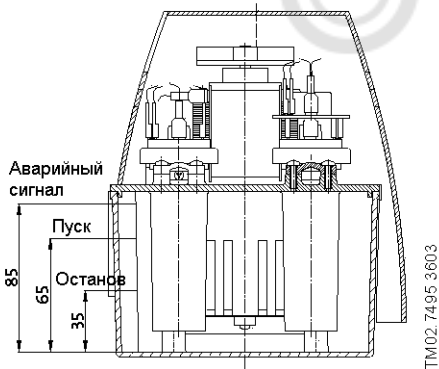

Рис. 1 Уровни срабатывания реле
5. Прекратить заливать воду. Насос должен отключиться при достижении второго уровня "Выкл." Уровня срабатывания реле смотрите на рис. 1 в разделе 4. "Принцип действия".